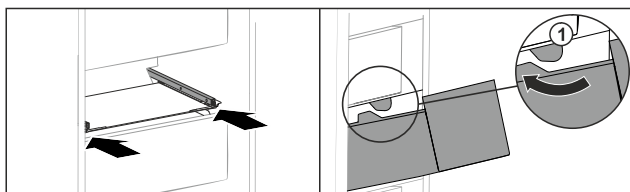

Fig. 156
- Umetnite ladicu oko zaustavljača Fig. 156 (1).